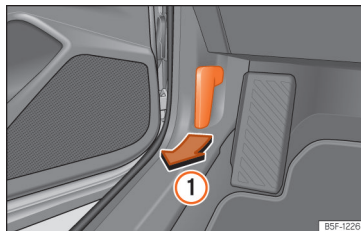

Fig. 223 Palanca de desbloqueo en el espacio reposapiés del conductor.
- Abra la puerta y tire de la palanca que hay debajo del tablero de instrumentos » » » **fig. 223 ①**.